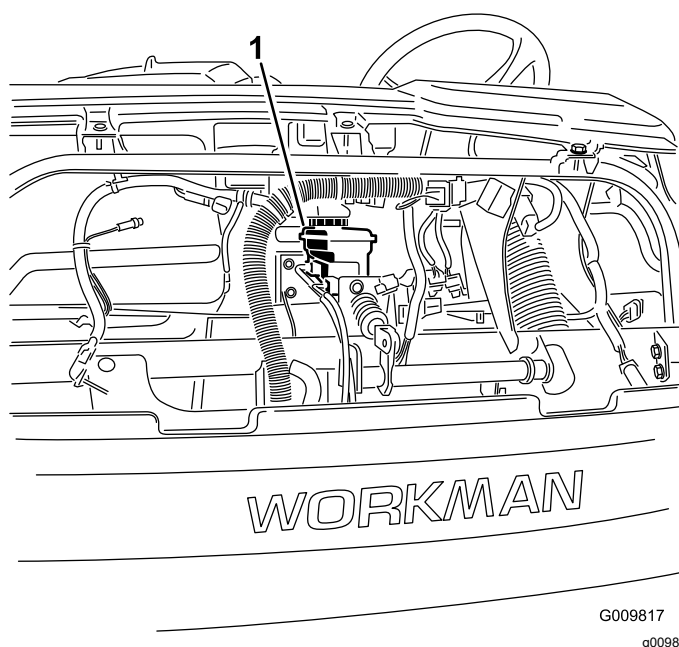

Figure 57
4. Soulevez le capot pour accéder au maître-cylindre de frein et au réservoir (Figure 57).